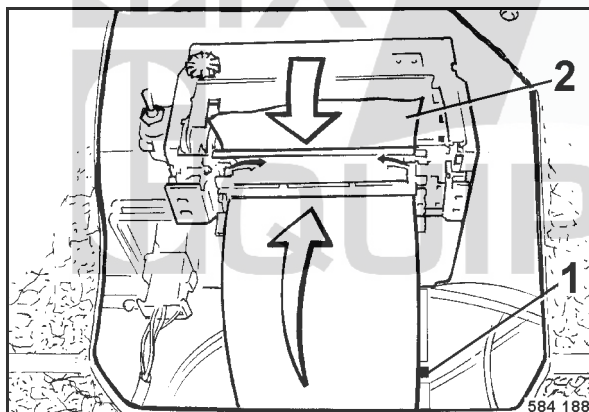

Fig. 103
- Retirer le rouleau avec le papier restant (2) de l'arbre 1 (Fig. 103).